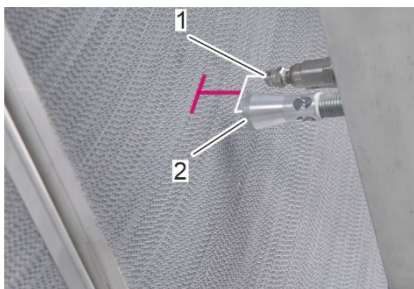

Figura 46: Distancia uniforme entre las boquillas y la superficie del rotor
10. Asegúrese de que la boquilla de agua a alta presión (Figura 46/1) y la boquilla de aire comprimido (Figura 46/2) estén a la misma distancia de la superficie del rotor.